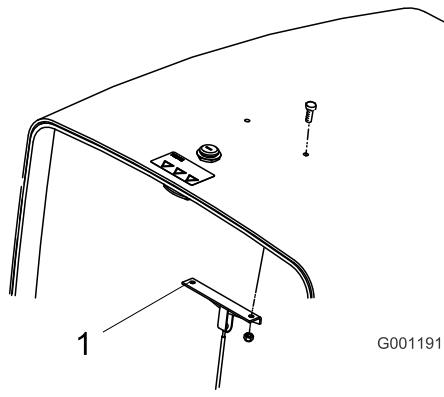

Figura 4
- Retire e não volte a utilizar os 2 parafusos e porcas que fixam o suporte do cabo à parte inferior do capot (Figura 4).